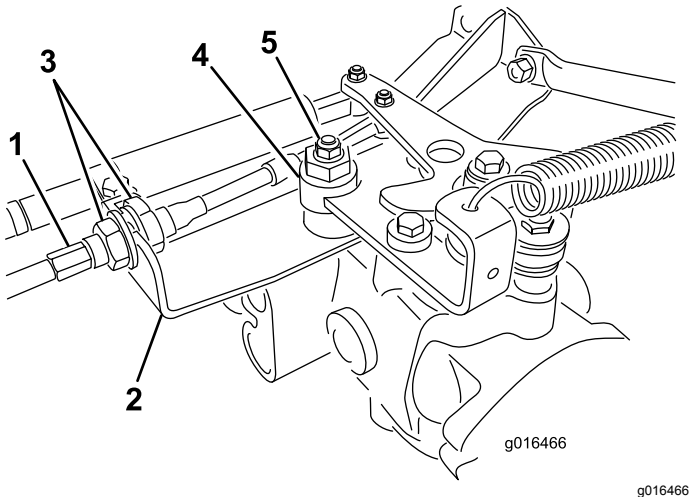

Figura 41
- A. Afloje las dos contratuercas que fijan el cable de control de tracción a la escuadra del hidrostato (Figura 41). Asegúrese de aflojar ambas contratuercas uniformemente, y lo suficiente como para permitir el ajuste.
**Nota:** Afloje la tuerca que sujeta el excéntrico a la parte superior del hidrostato (Figura 41).
- E. Cuando la rueda deje de girar, apriete la tuerca para bloquear el excéntrico y el ajuste (Figura 41).
- G. Desde cada lado de la escuadra, apriete las contratuercas uniformemente, fijando el cable de tracción a la escuadra (Figura 41). No tuerza el cable.